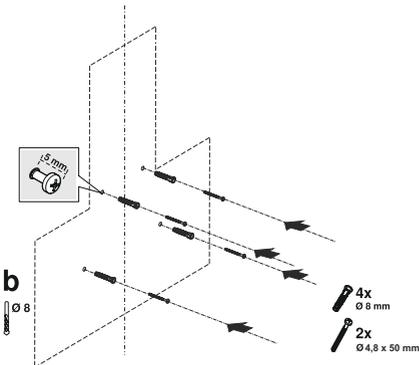

Fig. 12
1. ➤ Tracez une ligne médiane à partir du plafond perpendiculairement au bord inférieur de la hotte (Fig. 12).
2. ➤ Pour percer les trous de suspension du conduit de cheminée, placez le gabarit de montage sur la surface sur laquelle l'appareil sera monté et marquez les trous de montage (Fig. 12/b).
3. ➤ Percez les trous de suspension avec un foret Ø8mm et poser les chevilles (Fig. 12/b).
Placez 2 vis de suspension 4,9 x 950 avec un jeu de 5 mm entre la tête de vis et le mur (Fig. 12/b).